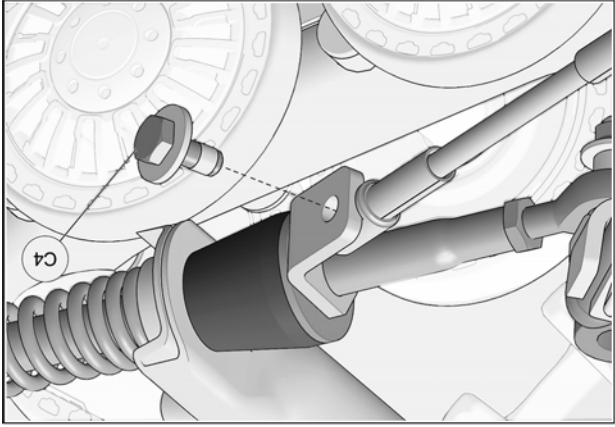

Fig. 24
16. Tourner légèrement le volant dans le sens contraire jusqu'à ce que le câble puisse être fixé à la plaque de support en utilisant le boulon (C4) fourni. Serrer à un couple de 35 N•m [24 lb•pi]. Voir la Fig. 24. Effectuer le même exercice du côté droit.